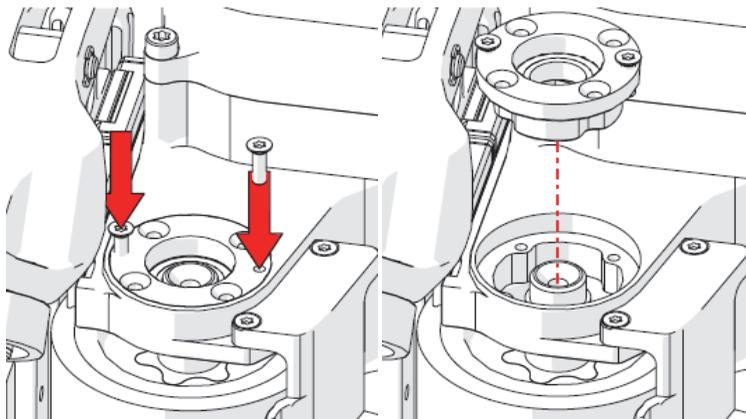

图2-13 用螺钉顶松轴承座
14. 使用两个轴承座螺钉将轴承座顶松，并将其拆下（参见第92页的图2-13）。